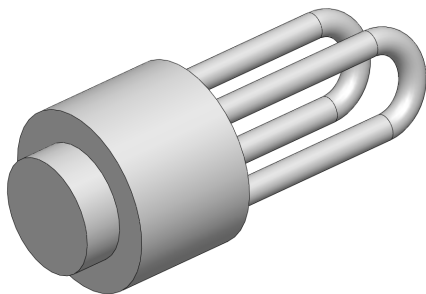

图 16-11 创建拉伸凸台特征效果
(3) 退出草图绘制环境，弹出【凸台-拉伸】属性管理器，设置【深度】为 12，单击【确定】按钮，即可创建拉伸凸台特征，如图 16-11 所示。